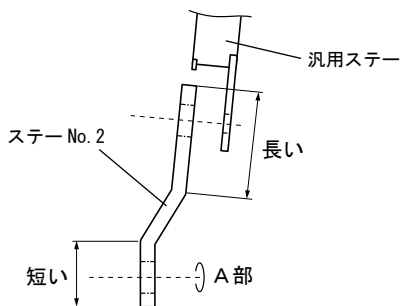

図 13
- (1) ステーパー No. 2 を A 部に仮付けしてください。(図12、図13)
(2) キットパーツを仮付けしてください。(図13、図14)